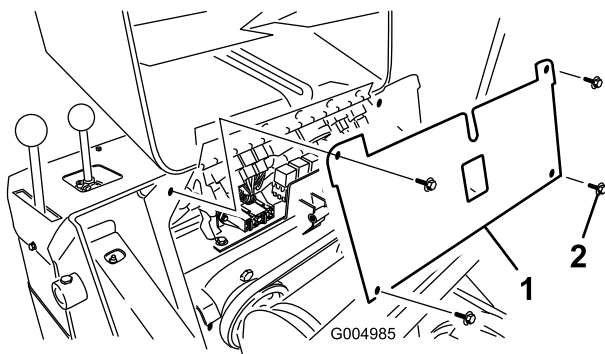

Figura 42
5. Scoateți cele 4 uruburi care fixează panoul siguranelor și apoi trageți panoul afară și în sus pentru a-l scoate (Figura 42).